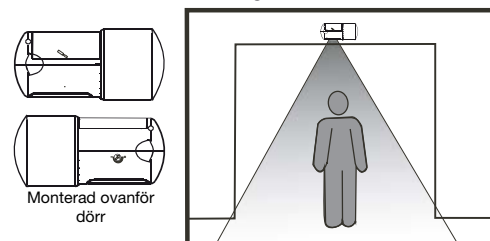

Fig. 5
3. PIR-detektor 44-063 kan monteras ovanför dörr (fig. 5).